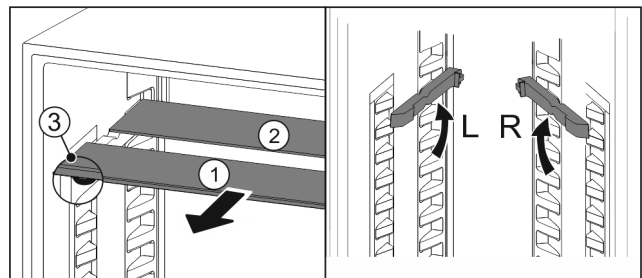

Fig. 87
- ▶ Glasplatten einzeln nach vorne herausziehen Fig. 87 (1).
- ▶ Glasplatte Fig. 87 (1) mit Zierleiste liegt vorne.
- ▶ Stopps Fig. 87 (3) zeigen nach unten.